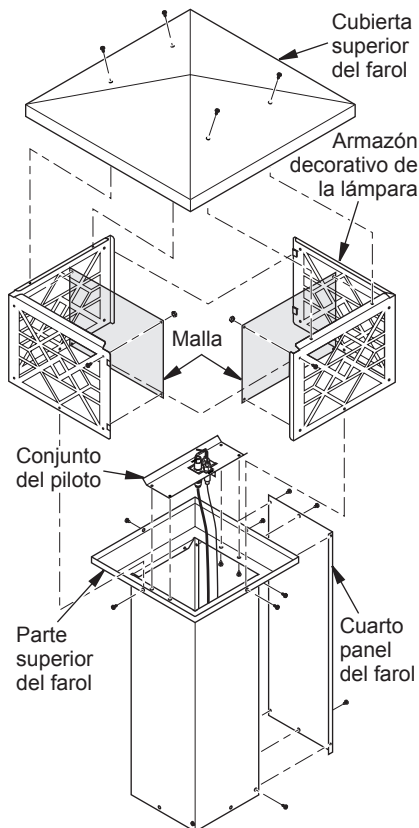

Figura 7 - Cómo fijar el piloto y el armazón
5. Coloque el conjunto del piloto sobre la parte superior del farol, como se muestra en la figura 7. Fijelo con 4 tornillos (H). Verifique las conexiones de los cables antes de continuar.
6. Fije las 4 mallas de armazón de la lámpara a los armazones de la lámpara con 4 tornillos (F) y 4 tuercas (G) cada una como se muestra en la figura 7. Se muestran sólo 2 de las 4 mallas.
7. Coloque los armazones decorativos de la lámpara sobre la parte superior del farol (consulte la figura 7, página 6). Asegúrese de que las pestañas estén en la parte superior. Deslice las lengüetas del armazón juntas y luego inserte 4 tornillos (H) a través de los orificios que se encuentran en la parte posterior del farol y en los orificios inferiores de las piezas del armazón (consulte la figura 7, página 6). Apriete todos los tornillos.
8. Fije la cubierta superior del farol al conjunto de los armazones con 4 tornillos (H), como se muestra en la figura 7, página 6.
7. Fije el cuarto panel del farol al conjunto con 4 tornillos (H), como se muestra en la figura 7, página 6.